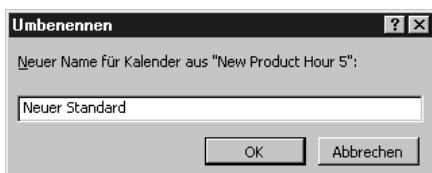

Abbildung 5.10:
- ▶ Klicken Sie auf UMBENENNEN, um den überarbeiteten Kalender mit einem neuen Namen in die Zielfeile zu kopieren. Project zeigt dann das Dialogfeld UMBENENNEN an (siehe Abbildung 5.10).